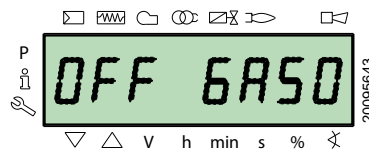

Fig. 41
- motorină „OFF GASO” (Fig. 41)